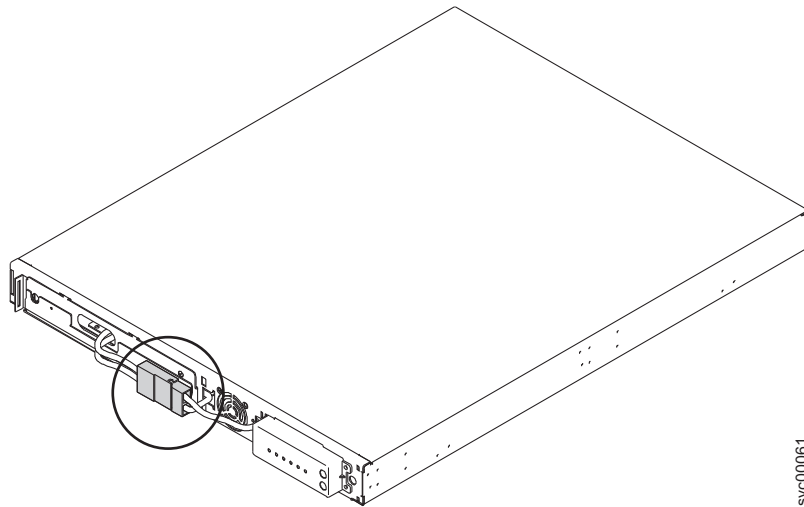

図 15. 2145 UPS-1U の内部バッテリー・コネクタ
5. 内部バッテリー・コネクタ (24 ページの図 15 に示す) を接続します。ガイド・キー付きのコネクタのそれぞれの端部には 2 本のワイヤーがあります。1 本は赤 (+) でもう 1 本は黒 (-) です。赤いワイヤー同士と黒いワイヤー同士が接続されるように位置を合わせてください。